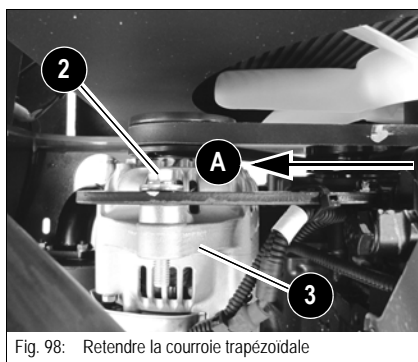

Fig. 98: Retendre la courroie trapézoïdale
- ☞ Pousser l'alternateur dans le sens de la flèche A, en se servant d'un outil approprié, jusqu'à obtenir le serrage correct de la courroie (fig.98).